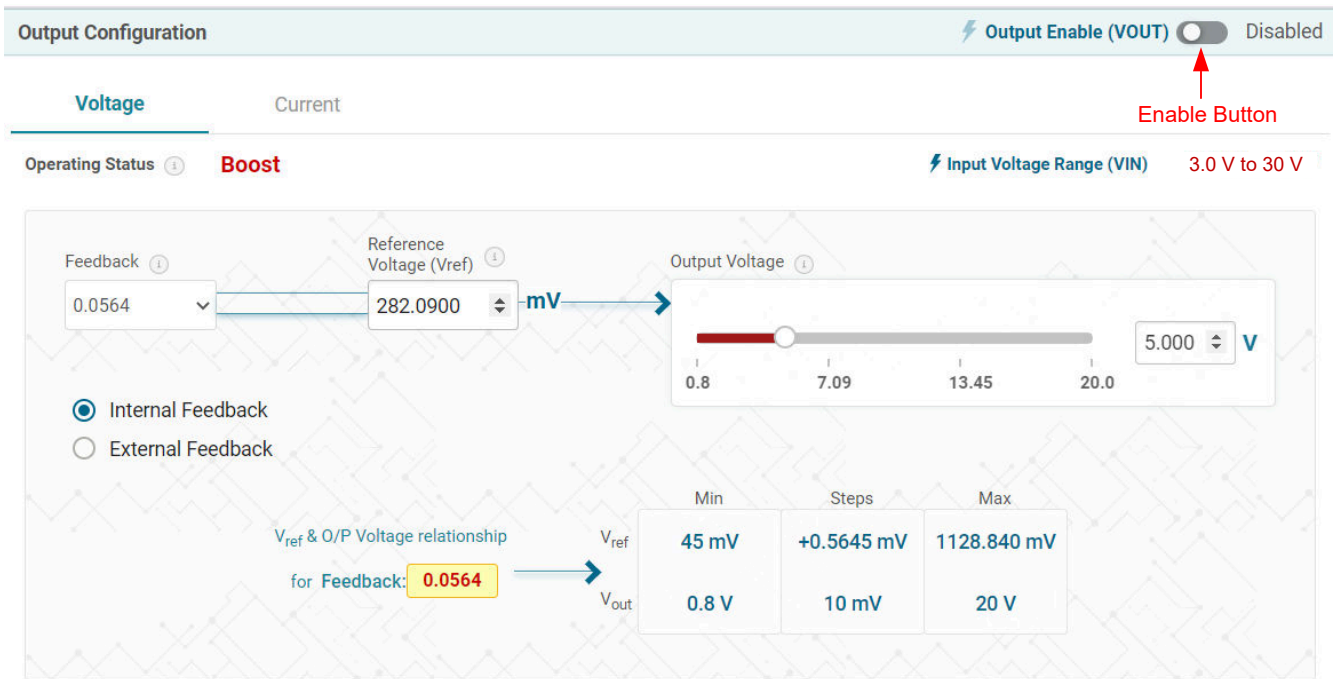

图 4-5. ENABLE 按钮
5. 点击“Enable”按钮（图 4-5）。默认输出电压为 5V。